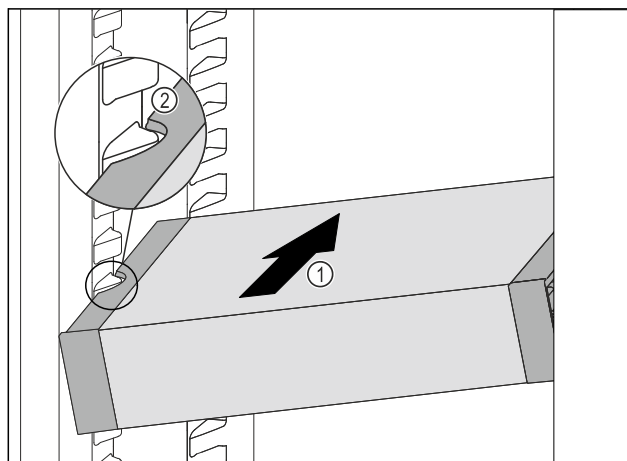

Fig. 109
- ▶ Împingeți VarioSafe oblic în frigider Fig. 109 (1), până când degajările laterale Fig. 109 (2) ale VarioSafese află la înălțimea nervurii recipientului din frigider.